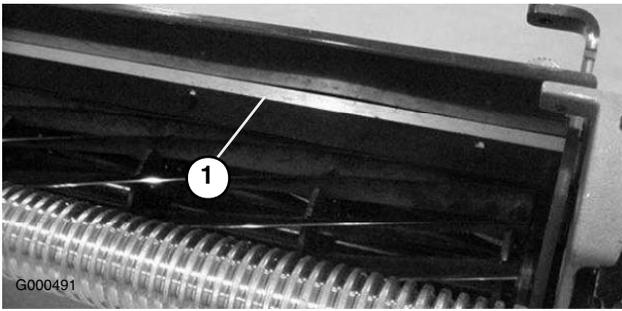

Figura 54
1. Afloje los tornillos que fijan la barra superior (Figura 54) a la unidad de corte.